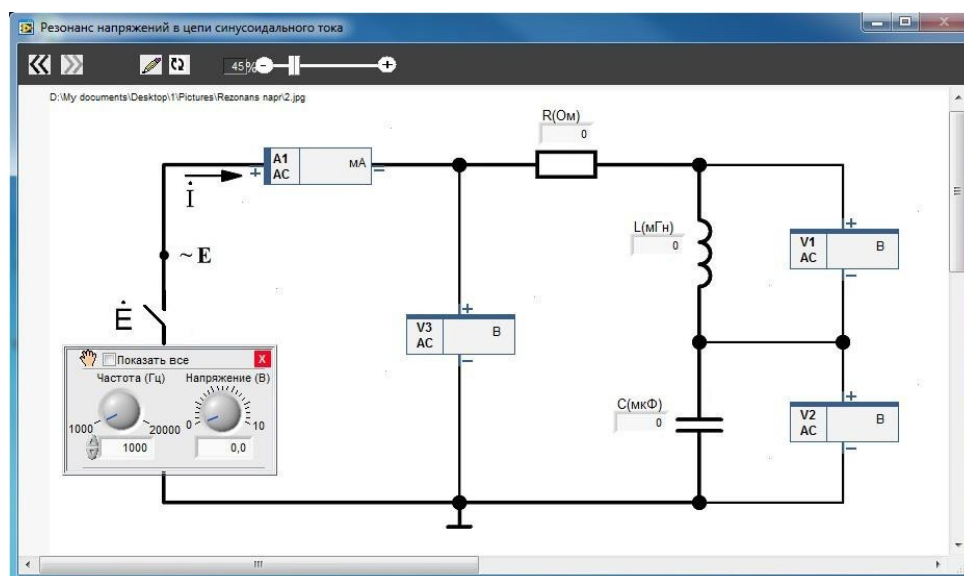

Рисунок 2.30 – Схема электрической цепи эксперимента
2. Из главного меню (рисунок 2.17) двойным щелчком выберите эксперимент «**Резонанс напряжений в цепи синусоидального тока**». Нажмите кнопку **Следующий** (>>) на панели инструментов. Откроется заранее подготовленное изображение электрической схемы лабораторной работы с размещенными на ней полями компонентов и приборов (рисунок 2.30).
4. Соберите на плате цепь в соответствии со схемой на рисунок 2.30. Установите номиналы сопротивления, индуктивности и емкости, в соответствии с заданным преподавателем вариантом (N) из таблицы 2.3.
2. Из главного меню (рисунок 2.17) двойным щелчком выберите эксперимент «Резонанс токов в цепи синусоидального тока». Нажмите кнопку *Следующий* ($>>$) на панели инструментов. Откроется заранее подготовленное изображение электрической схемы лабораторной работы с размещенными на ней полями компонентов и приборов (рисунок 2.30).